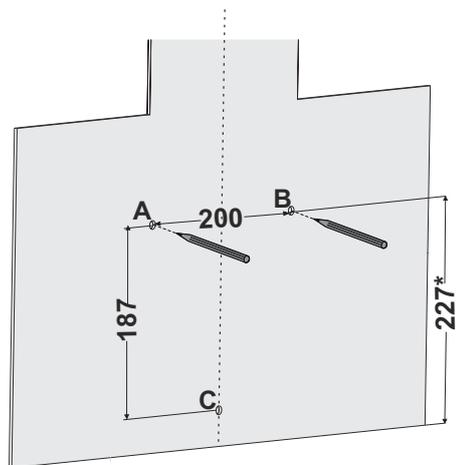

Fig. 12
1. ➤ Tracciare una linea di posizione centrale perpendicolare alla parete dal soffitto al bordo inferiore della cappa (Fig. 12).
2. ➤ I fori di aggancio della cappa devono essere contrassegnati (Fig. 12).